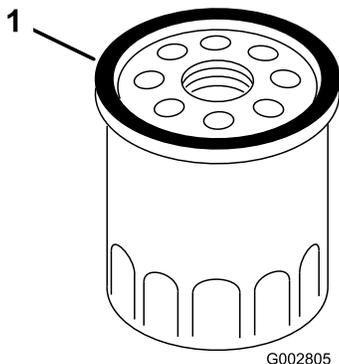

Рисунок 26
8. Нанесите пальцем на прокладку нового масляного фильтра слой масла (рис. 26).